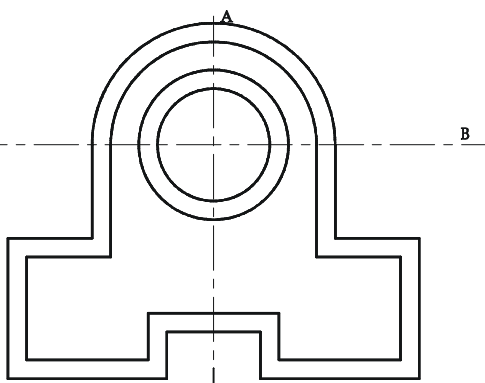

图 4-3-4
STEP 04 用同样的方法可绘制出另一条多段线,如图 4-3-4 所示。